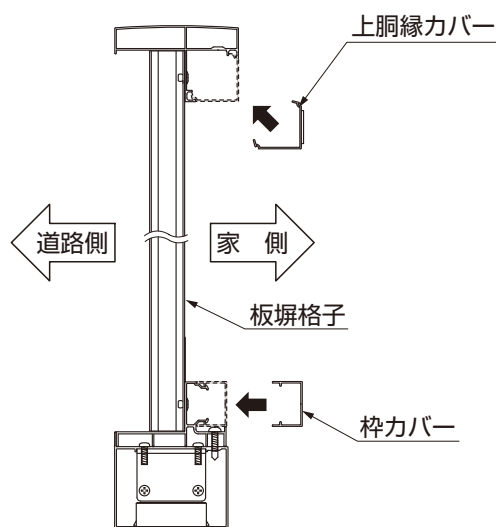

図5-14 A部詳細図
- ③枠カバーを板塀格子にはめ込んでください。(図5-14参照)
- ④上胴縁カバーを板塀格子にはめ込んでください。(図5-14参照)